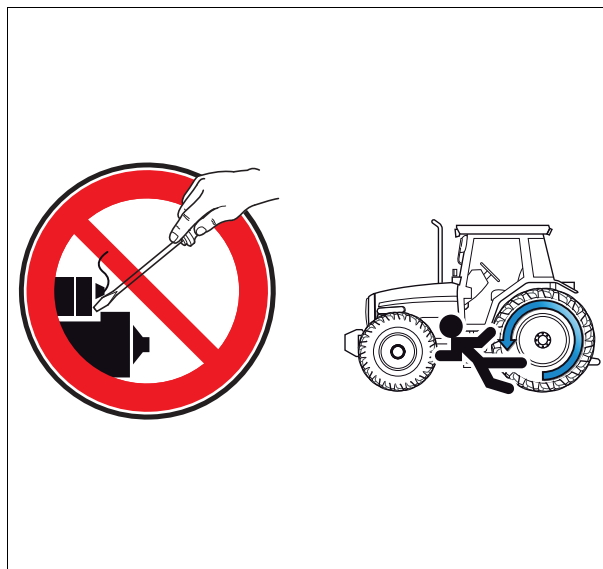

Рис. 1.
-  **ОПАСНО:** Выполните запуск двигателя при помощи ключа зажигания, находясь в водительском кресле. Не пытайтесь завести двигатель замыканием клемм стартера: трактор начнет движение на передаче, что может привести к серьезной травме или смерти находящихся поблизости людей рис. 1.